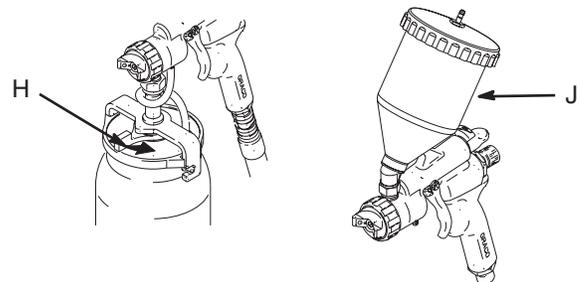

FIG. 4
Llene el recipiente hasta 3/4 de su capacidad para mantener limpio el tubo de presión de aire. Bloquee con el pestillo la tapa del recipiente inferior (H) para sujetarla al recipiente. Fig. 4. La tapa de la cubeta (J) tiene roscas para fijarla a la cubeta.